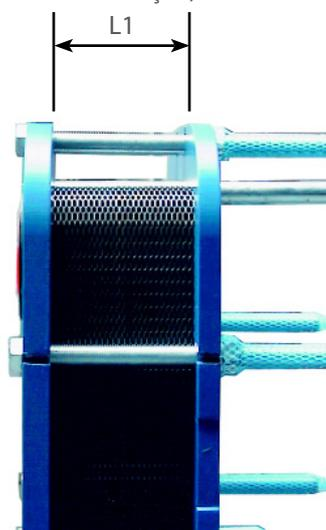

Fig 12
- O aperto está completo quando a distância entre as faces internas da placa de estrutura e placa de pressão for igual à distância "A" mostrada no desenho do contrato (veja fig. 12).